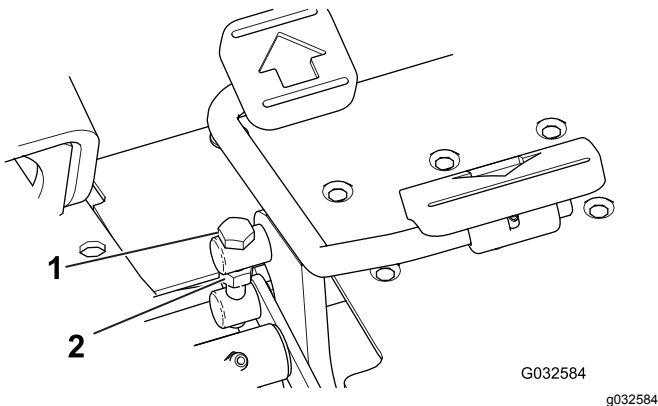

Bild 49
1. Lösen Sie die Klemmmutter an der Drehzapfenkopfschraube an der Seite des Fahrpedals (**Bild 49**).